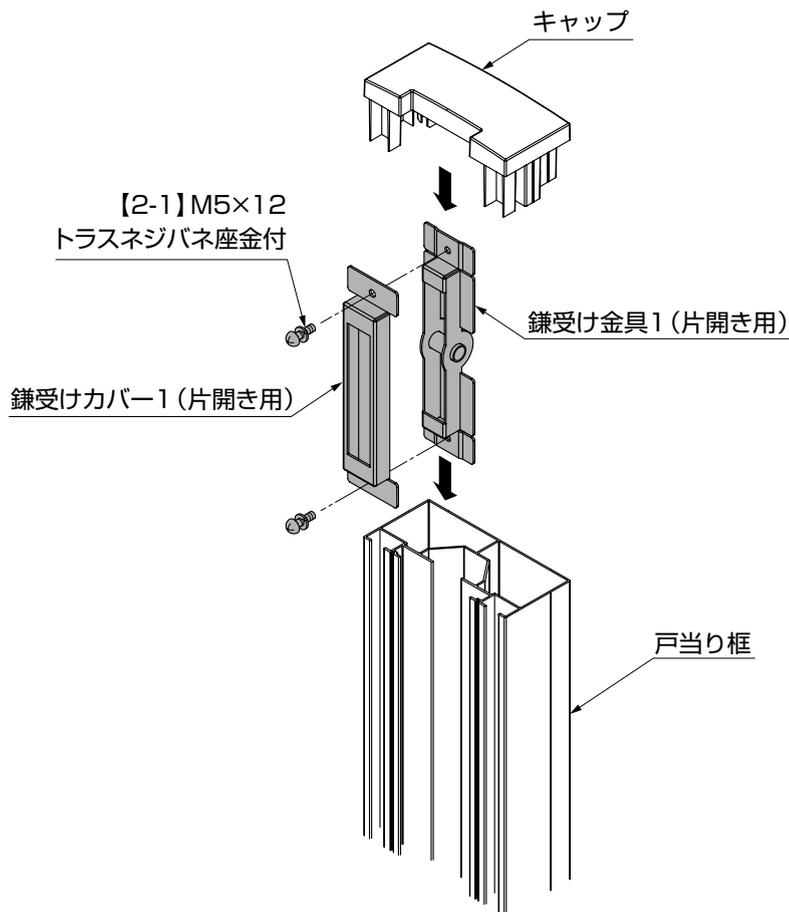
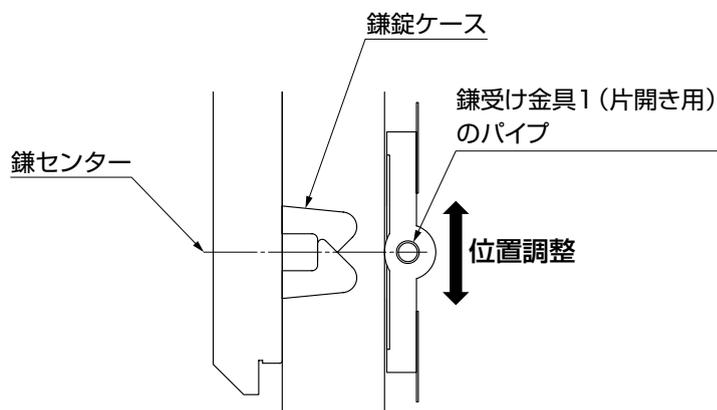

図3-16
図3-17
- ①錠受け金具 (片開き用) と錠受けカバー (片開き用) をあらかじめ【2-1】で仮止めして、柱のスリット部分に上部から差込んでください。
- ②本体鎌錠の鎌のセンターに位置を合わせながら(図3-17参照)、錠受け金具 (片開き用) と錠受けカバー (片開き用) のネジをしっかりと固定してください。(図3-16参照)
- ③キャップを挿入してください。(図3-16参照)